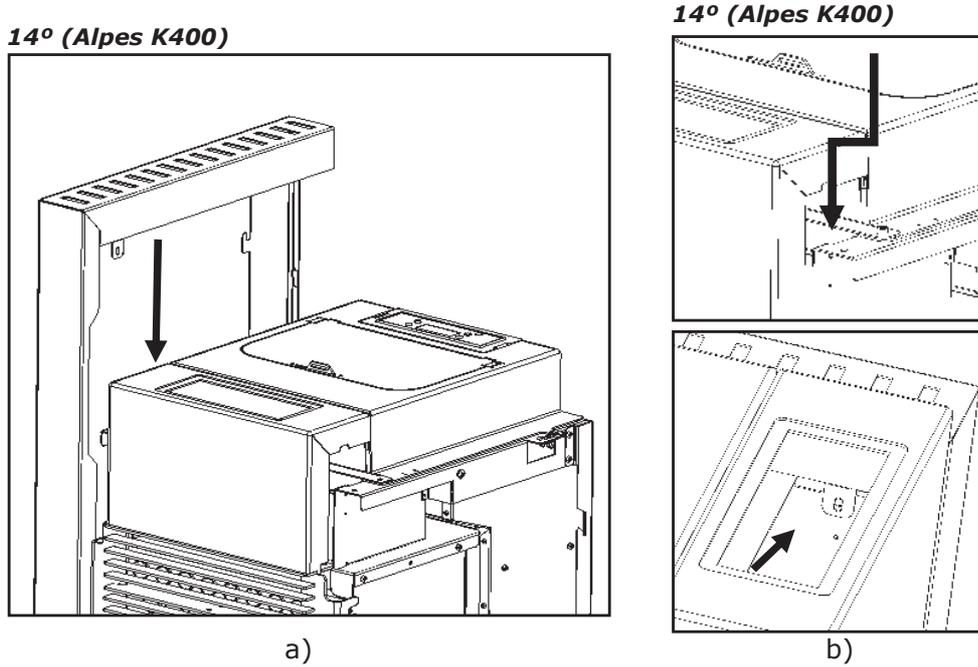

Figura 63 – Encaje de las lengüetas en las estructuras laterales
p) En la parte superior de la pestaña dicho debe transcurrir entre la estructura de la máquina de acabado frontal y superior como demuestra la Figura 63. En la Alpes K300 la pestaña no es visible.